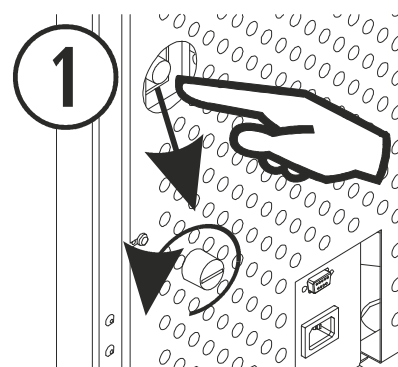

Figura 26
- 6.11. *Con la caldera desenchufada*, comprobar el termostato de seguridad que se encuentra en la parte trasera, hacia el lateral derecho de la caldera. Para activarlo se debe desenroscar el tapón y pulsar el botón si fuese necesario, si el termostato se encuentra activado escuchará un “clic”. Si el termostato de seguridad ya había sido activado con anterioridad, consulte con su distribuidor. En la *figura 26* se ilustra la posición del termostato en la *Cantina Nova* y *Aveiro*. En la *Super Insert*, el termostato de seguridad lo encontramos centrado en el marco superior del forro.